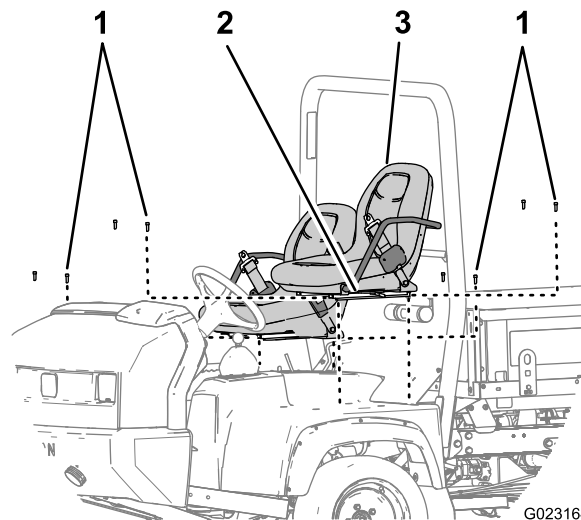

Figura 9
1. Retire os 8 parafusos de cabeça sextavada que prendem as calhas do banco ao chassis e retire os bancos (Figura 9).
2. Repita o passo 1 para o outro banco (Figura 9).